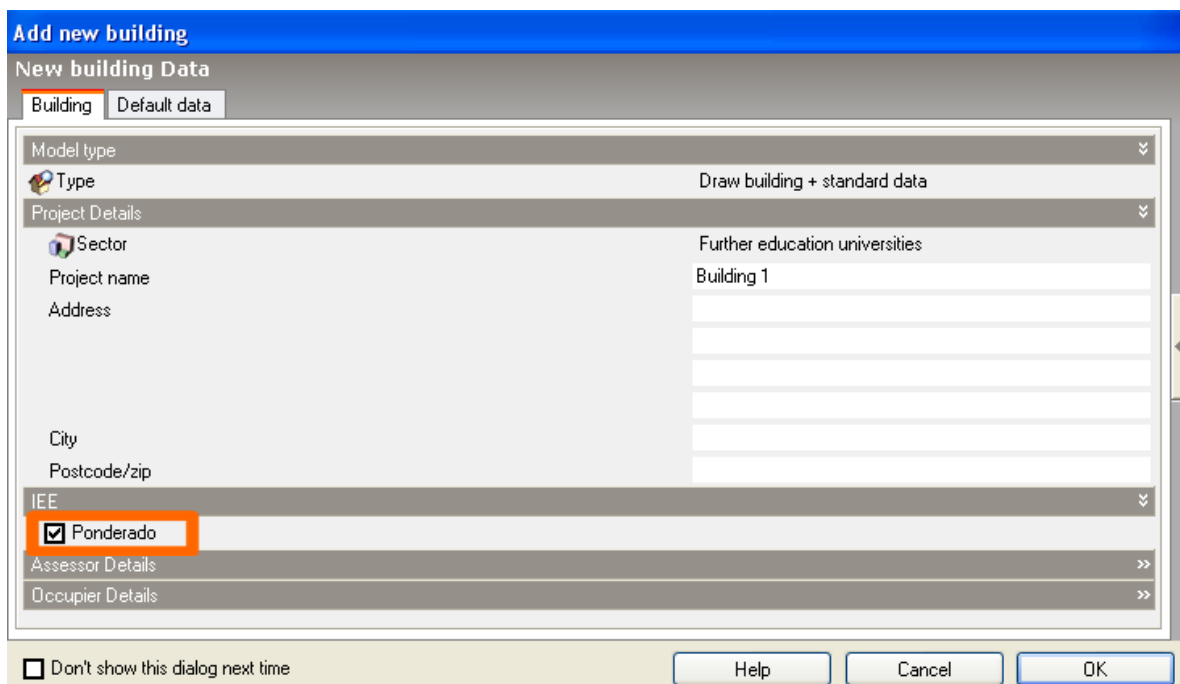

Figura 4 – Criar um novo edifício. Opção Ponderado.
4. Crie um novo edifício, clicando no botão da barra superior com a imagem de uma casa com um “+”. Na aba **Building** na secção **IEE** escolha se quer um edifício **Ponderado** ou não, ou seja, se o edifício tem várias tipologias, definidas a nível de blocos ou zonas ou apenas uma, definida ao nível do edifício (ver Figura 4).